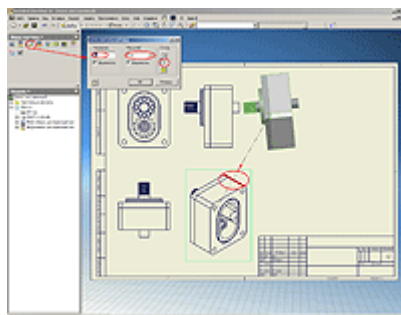

Рисунок 5
5. При необходимости можно создать дополнительные виды, нажав кнопку «Дополнительный вид» в инструментальной палитре и указав на вид (главный или проекционный) с которого необходимо получить дополнительный вид. В открывшемся диалоговом окне задается название вида, масштаб и стиль представления вида. Затем, необходимо указать линию, относительно которой будет создан дополнительный вид и расположить его в поле чертежа, нажав левую кнопку мыши (см. Рисунок 5).